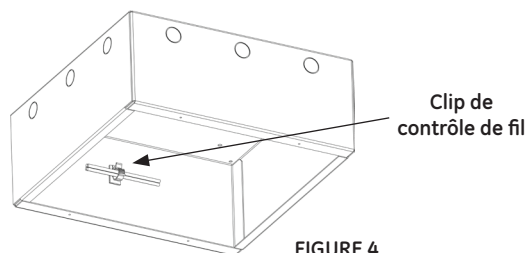

FIGURE 4
- Attachez les fils sur le côté du boîtier de montage avec le clip de contrôle de fils. (Voir figure 4)